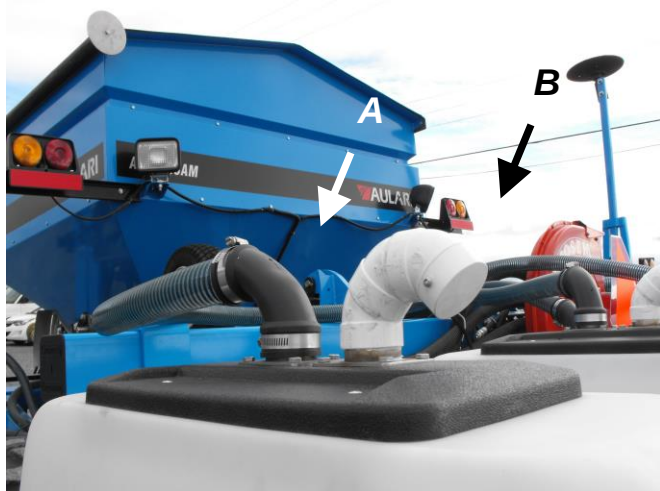

Figure 12L
10. Installez les boyaux flexibles, pré-coupés et fournis par le fabricant, de la boîte à air du distributeur aux boîtes de semence du planteur. Installez l'autre extrémité du boyau au coude de caoutchouc noir sur la boîte de semence du planteur [Figure 12L, **A**]. Bien vous assurez d'avoir retiré le bouchon rouge au préalable
12. Retirez le capuchon blanc sur le coude d'évacuation d'air [Figure 12L, **B**]. Cette sortie sert à évacuer l'air produite par la turbine du système **Aulari**.